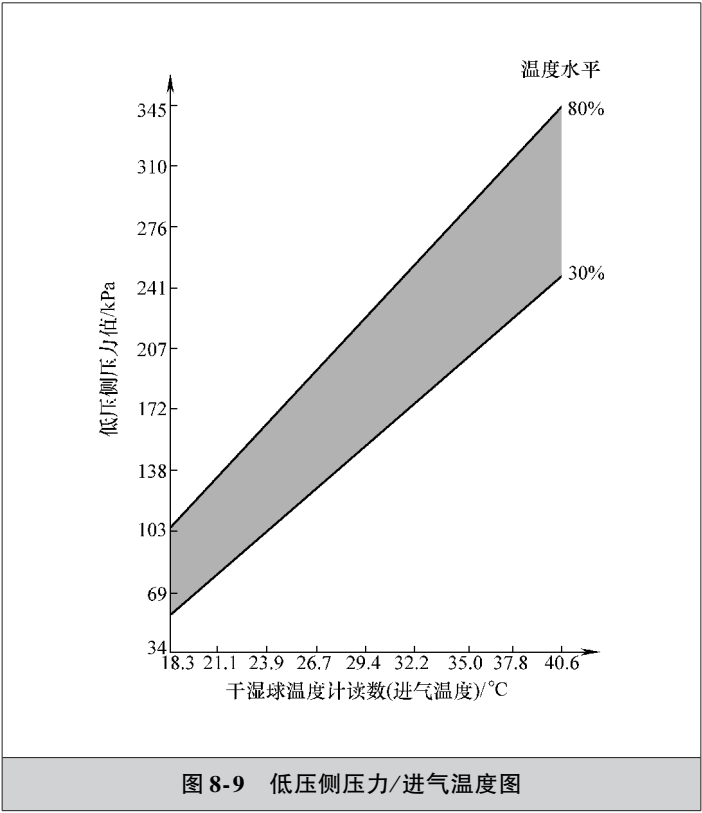

图 8-9 低压侧压力/进气温度图
6) 记录低压侧压力/进气温度, 并对低压侧压力/进气温度图进行评价, 如图 8-9 所示。低压侧压力与周围空气温度在阴影区域交叉为正常, 若超出此区域说明制冷性能不良, 应进一步检测。